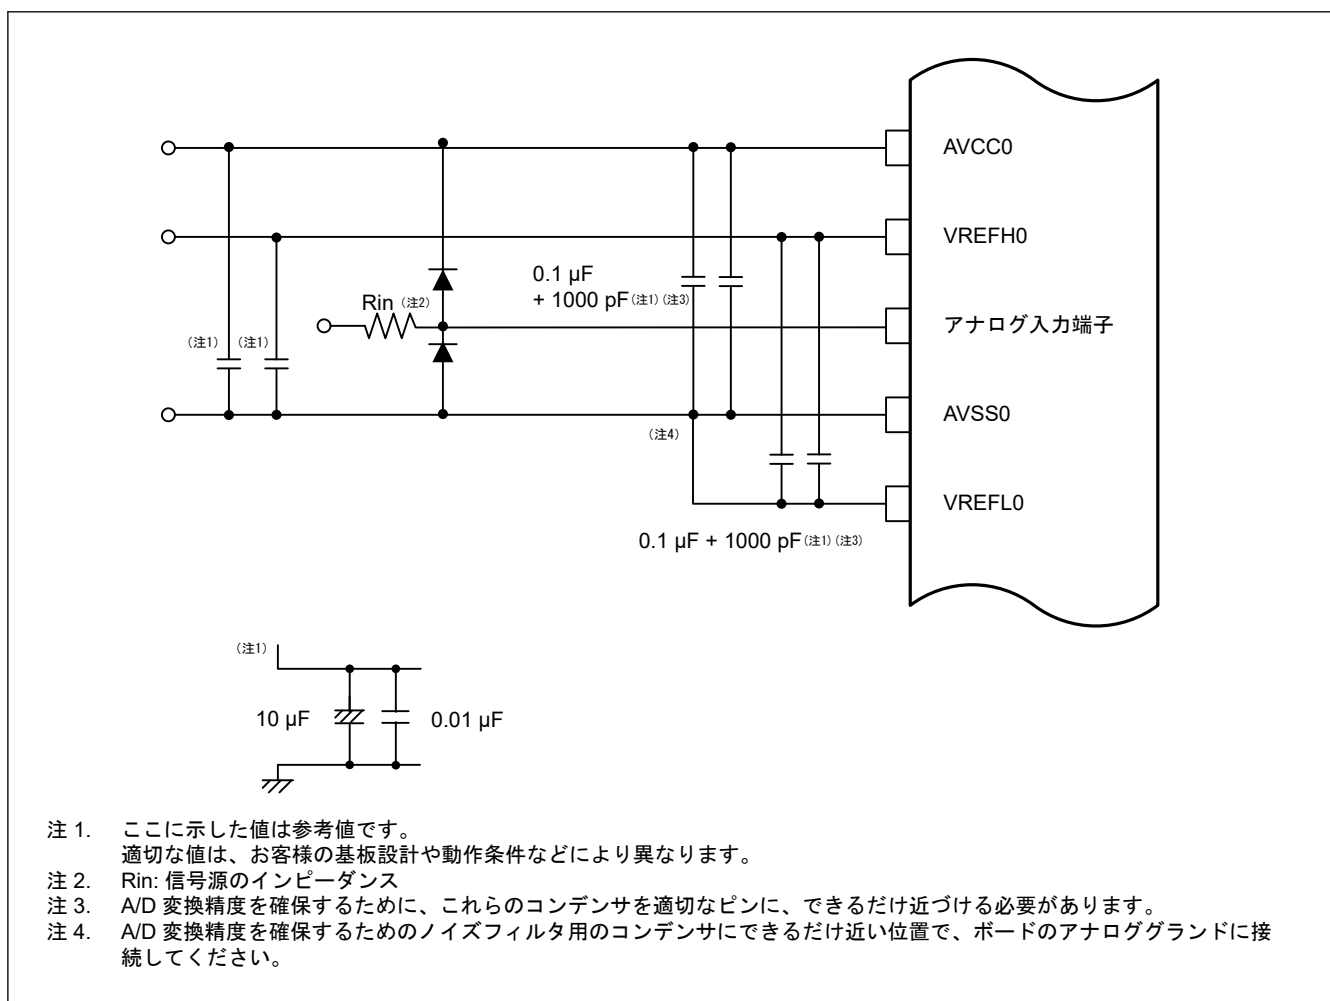

図 36.59 保護回路とノイズ対策の例
保護回路の例を 図 36.59 に示します。
- AVCC0 端子と AVSS0 端子間、VREFH0 端子と VREFL0 端子間には、ノイズフィルタ用のコンデンサを端子に近い位置に配置し接続してください。また、AVSS0 端子と VREFL0 端子は、できるだけ端子の近い位置でボード上のアナロググランドに接続してください。接続例を図 36.59 に示します。